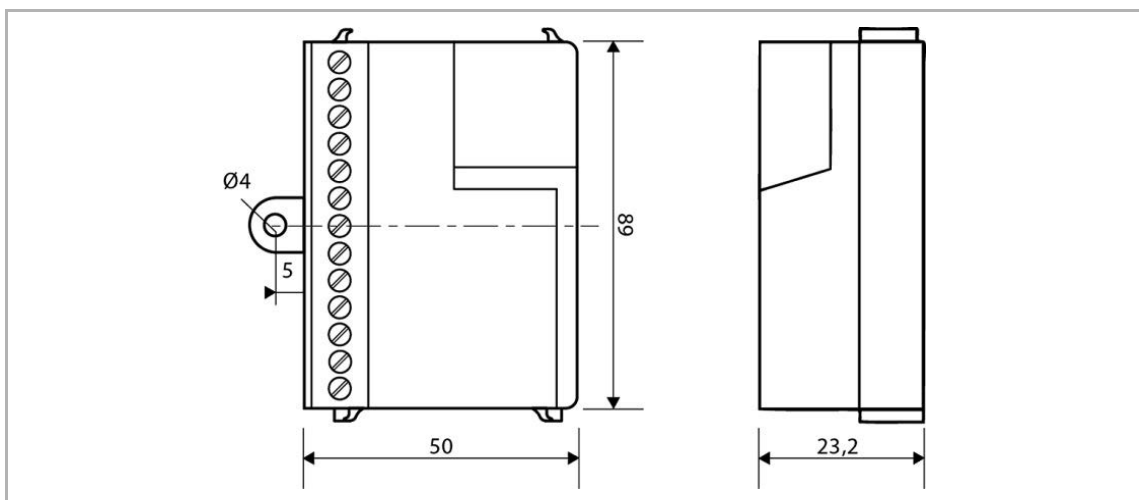
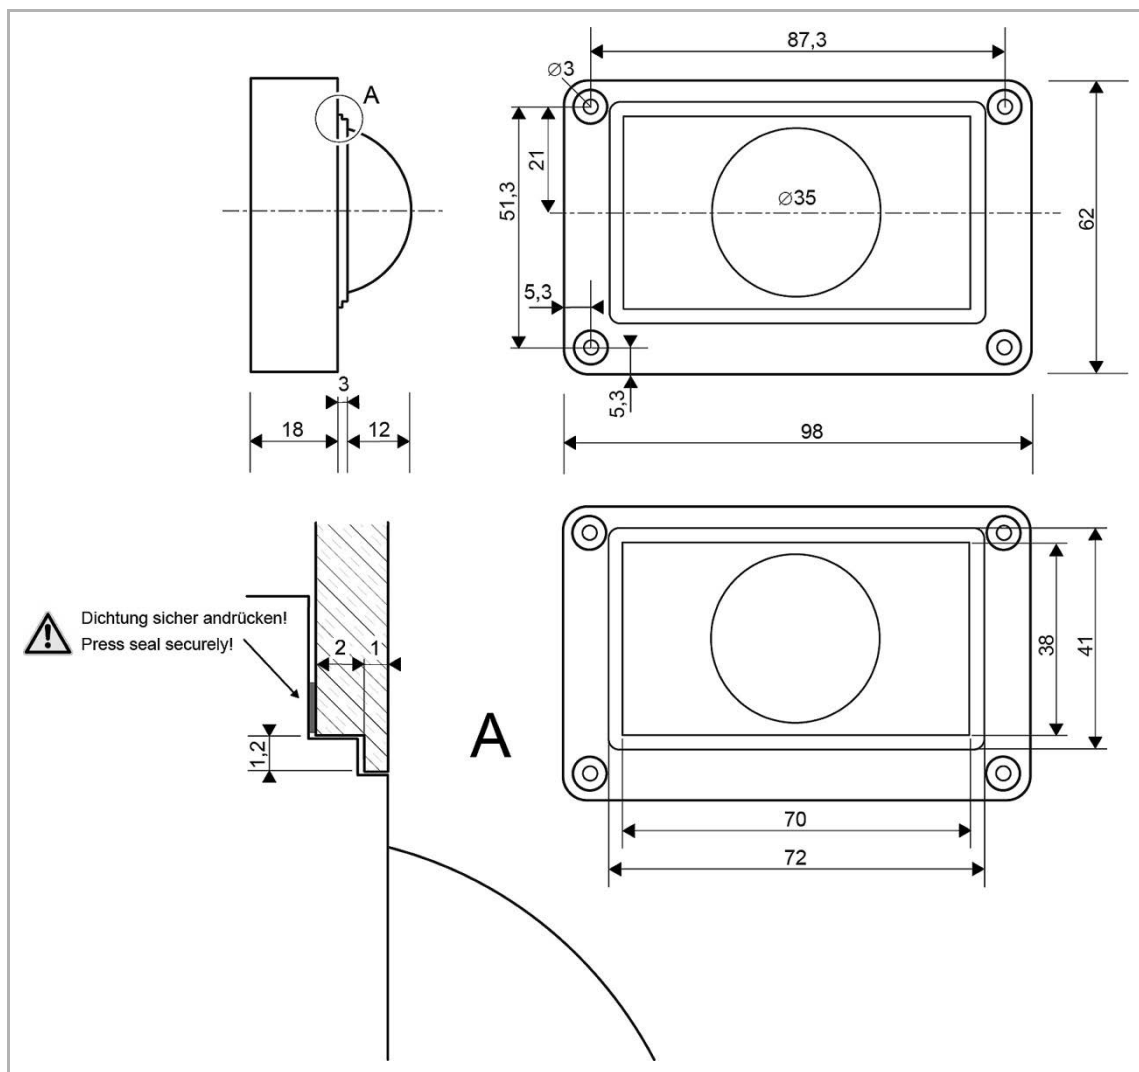

Abb. 44: Einbau-Tastenerweiterung 83111
Abb. 45: Kameramodul 83501-101
7.4 Einbaumodule für den Einbau in bauseitige Türstationen, Briefkastenanlagen und Kommunikationssäulen (Abb 43, Abb. 44, Abb. 45)